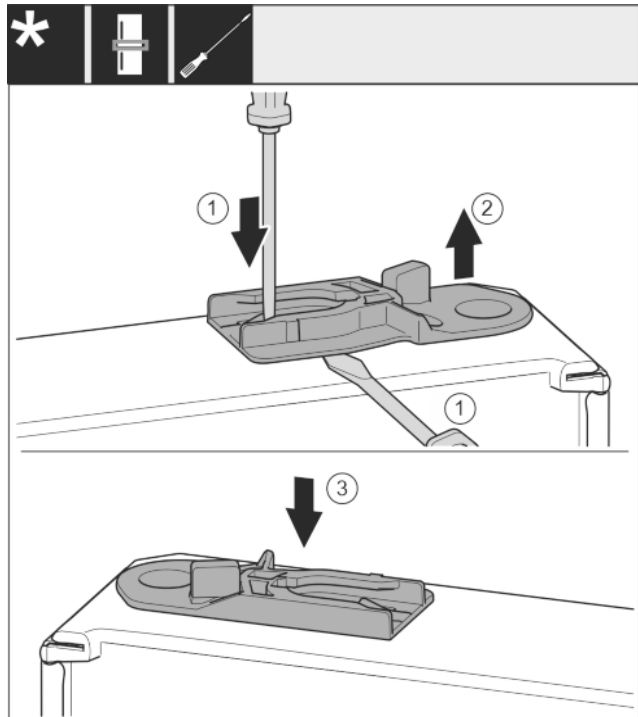

Fig. 29
- ▶ Führungsbuchse herausziehen: Lasche mit Schlitzschraubendreher drücken und gleichzeitig mit Schlitzschraubendreher unter Führungsbuchse fahren. Fig. 29 (1, 2)
- ▶ Im Lieferumfang beiliegende Führungsbuchse auf anderer Gehäusesseite einschieben. Fig. 29 (3)